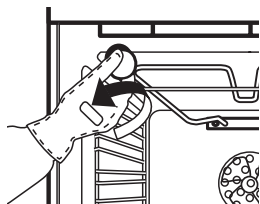

Fig. 5
2. Deșurubați capacul becului (Fig. 5), înlocuiți becul (vezi nota despre tipul becului) și înșurubați la loc capacul becului.